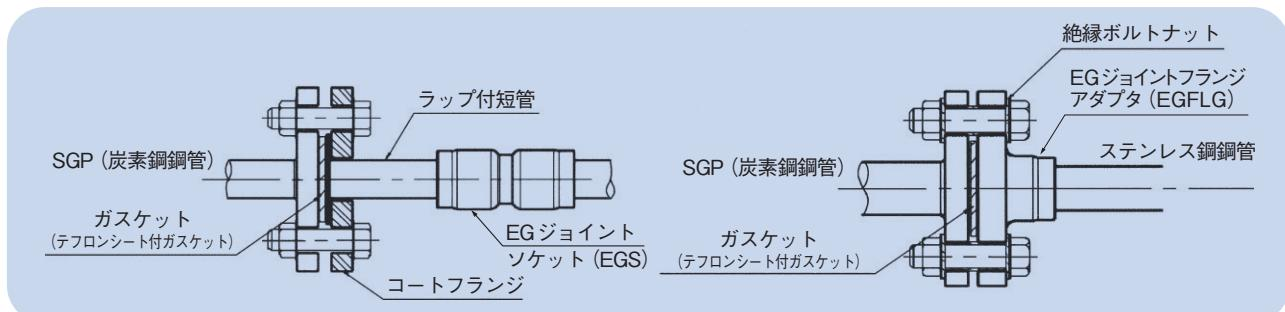

図3-5-1 亜鉛メッキ钢管との接合
(1) 亜鉛メッキ钢管及びライニング钢管との接合方法
- フランジ接合の場合はコートフランジ又は絶縁ボルトナットをお使いください。(図3-5-1)